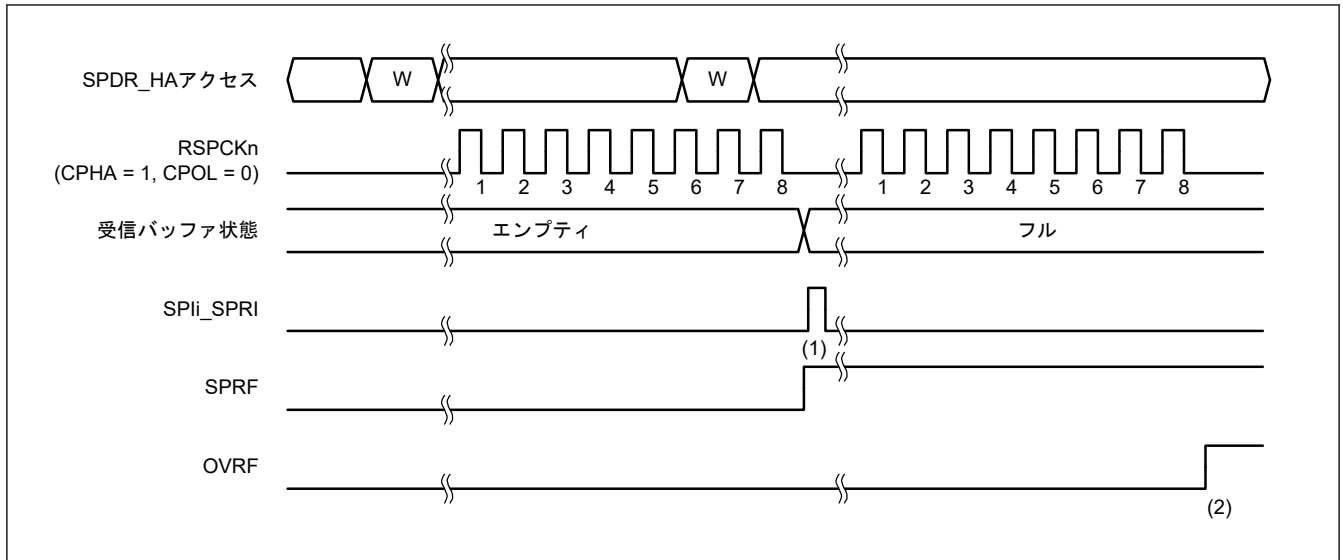
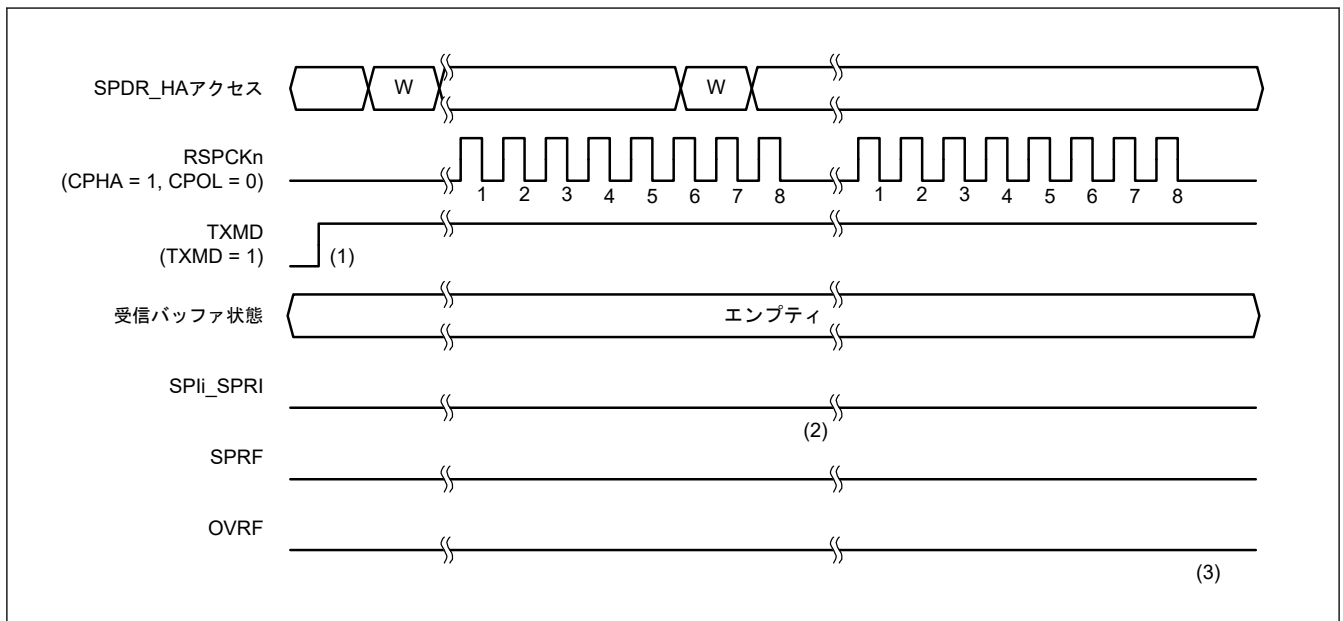
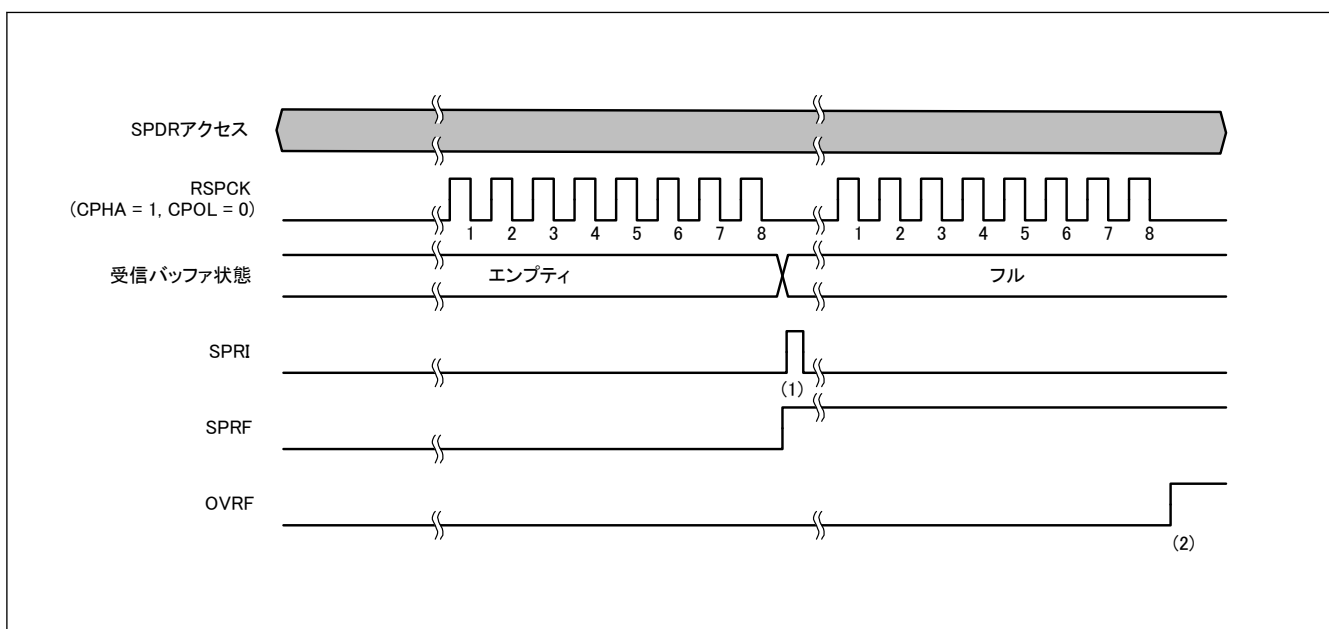

図 29.26 SPCR3.ETXMD = 0 かつ SPCR.TXMD = 0 の動作例
図 29.27 SPCR3.ETXMD = 0 および SPCR.TXMD = 1 の動作例
図 29.28 MSTR = 0 かつ ETXMD = 1 の場合の動作例
通信動作モード選択ビット (SPCR.TXMD) の設定により、全二重同期式シリアル通信または送信のみの動作が選択できます (拡張通信モード選択ビット (SPCR3.ETXMD) が 0 の場合)。SPCR3.ETXMD ビットが 1 の場合、スレーブモード (SPCR.MSTR = 0) で SPI の動作は受信のみです。これは SPCR.TXMD ビットが SPI の動作に影響を及ぼさないためです。図 29.26、図 29.27、および図 29.28 に記載した SPDR アクセスは、SPDR レジスタへのアクセス状況を示しています。W は書き込みサイクルを示しています。
図 29.26 に、SPI コントロールレジスタ 3 (SPCR3) の拡張通信モード選択ビット (ETXMD) を 0、通信動作モード選択ビット (SPCR.TXMD) を 0 にした場合の動作例を示します。この例では、SPDCR.SPFC[1:0] ビットが 00b、SPCMDm.CPHA ビットが 1、SPCMDm.CPOL ビットが 0 の設定で、SPI が 8 ビットのシリアル転送を実行しています。RSPCKn 波形の下に記載した数字は、RSPCK サイクル数 (= 転送ビット数) を示しています。
以下に、図 29.26 の (1)、(2) に示したタイミングでのフラグ動作を説明します。
図 29.27 に、拡張通信モード選択ビット (SPCR3.ETXMD) を 0 にした場合および通信動作モード選択ビット (SPCR.TXMD) を 1 にした場合の動作例を示します。この例では、SPDCR.SPFC[1:0] ビットが 00b、SPCMDm.CPHA ビットが 1、SPCMDm.CPOL ビットが 0 の設定で、SPI が 8 ビットのシリアル転送を実行しています。RSPCKn 波形の下に記載した数字は RSPCK サイクル数 (= 転送ビット数) を示しています。
以下に、図 29.27 の (1)~(3) に示したタイミングでのフラグの動作内容を説明します。
SPI コントロールレジスタ (SPCR) の SPI マスタ/スレーブモード選択ビット (MSTR) を 0 に設定し、SPI コントロールレジスタ 3 (SPCR3) の拡張通信モード選択ビット (ETXMD) を 1 に設定した場合の動作例を図 29.28 に示します。SPI データコントロールレジスタ (SPDCR) の SPFC[1:0] ビット = 00b、SPI コマンドレジスタ (SPCMD) の CPHA ビット = 1、SPCMD の CPOL ビット = 0 の設定で、SPI が 8 ビットデータシリアル転送をする例を図 29.28 に示します。RSPCK 波形の下の番号は、RSPCK 周期の番号 (転送ビットの番号) を示します。